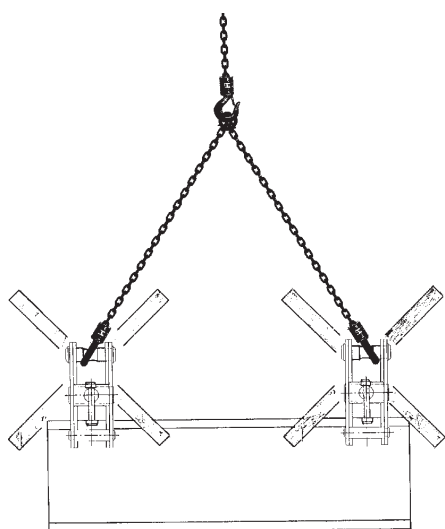

Fig. 3
- Foutief ophangen/belasten van de traverse, d.w.z. bij schuine krachten of bij gebruik van de balkklem als grijper (grijpklem) is niet toegestaan (Fig. 3).
- È assolutamente vietato utilizzare la pinza per scopi estranei al suo utilizzo come punto a cui applicare forze laterali, pinza per movimentazione di travi o come morsa per serrare parti distinte (Fig. 3).